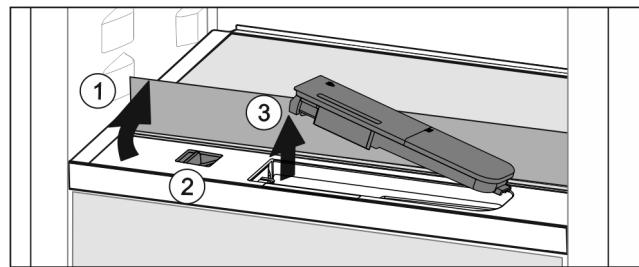

Fig. 164
- Підняти скляну панель і відкинути до упору назад Fig. 164 (1).
- Посуньте повзунок Fig. 164 (2) уліво.
- Вийняти бак для води Fig. 164 (3).